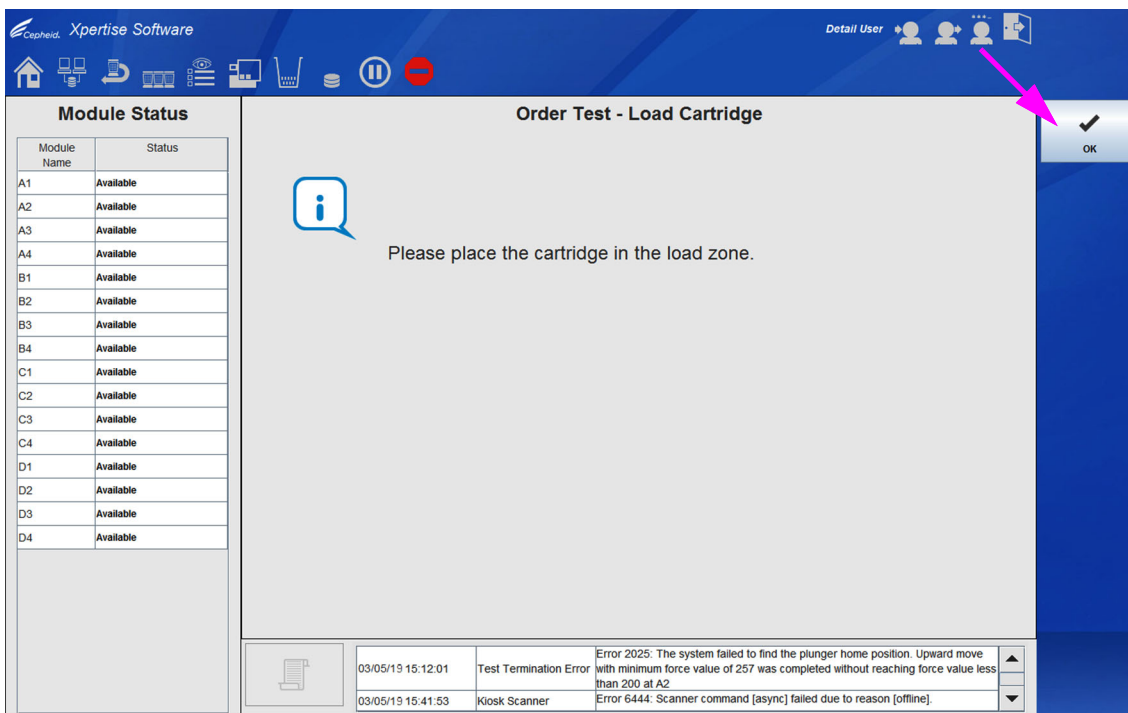
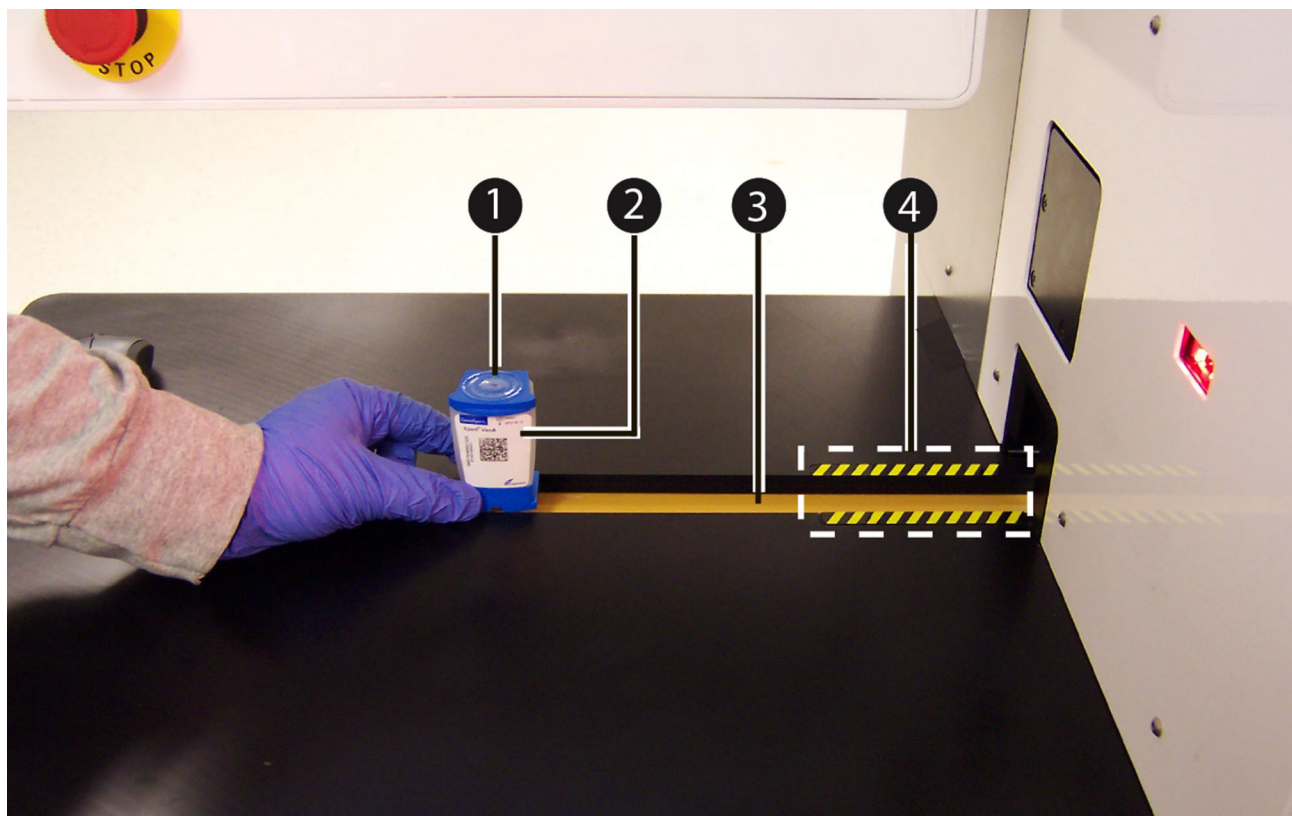

Figura 5-58. Área de trabalho Order Test (Pedir teste) – Load Cartridge (Carregar cartucho)
Figura 5-59. Colocar o cartucho no tapete rolante
7. Introduza informações adicionais ou notas, se necessário e, em seguida, selecione o botão **SUBMIT (ENVIAR)** ou selecione o botão **CLEAR ORDER (LIMPAR PEDIDO)** se não quiser pedir um teste. A área de trabalho Order Test (Pedir teste) – Load Cartridge (Carregar cartucho) é apresentada. Ver Figura 5-58.
9. Tal como indicado na área de trabalho Order Test (Pedir teste) – Load Cartridge (Carregar cartucho) (ver Figura 5-58) e ilustrado na Figura 5-59, carregue (ou coloque) o cartucho (item n.º 1) na zona de carregamento do tapete rolante (item n.º 3), fora das riscas amarelas e pretas (item n.º 4). Certifique-se de que coloca o cartucho no tapete rolante com a etiqueta (item n.º 2) virada para si. O tapete rolante desloca o cartucho para dentro do sistema. O gantry coloca o cartucho num módulo GeneXpert disponível.